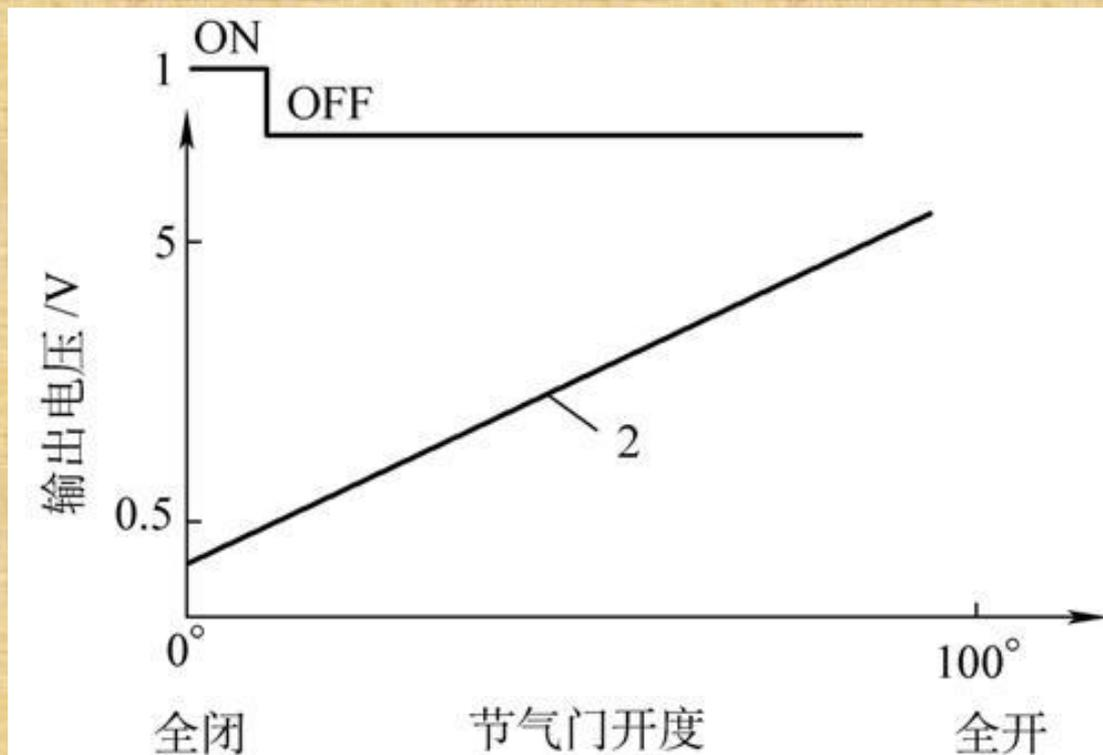

图7-6 节气门位置传感器输出特性
- 1)节气门位置传感器通常是指节气门电位计。图7-6为节气门位置传感器的输出特性。